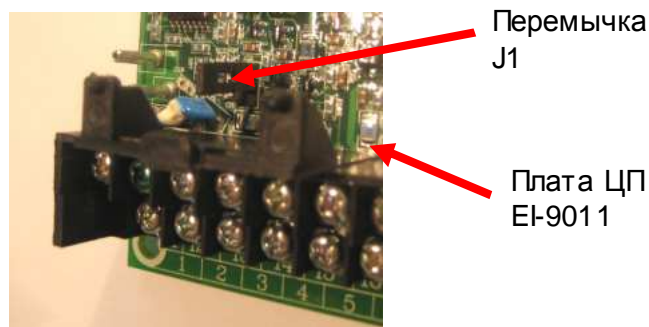

Рис. 4.13. Перемычка J1 на плате ЦП EI-9011.
H3-08 = 0	Клемма 14 – сигнал управления 0...10 В, (для сигнала 0...10 В клеммы 14 перемычку J1 на плате ЦП удалить – см. рис. 4.13);
4.13.15. Отсоединить вывод потенциометра от клеммы 13 и соединить его с клеммой 14, предварительно удалив перемычку J1 на плате ЦП – см. рис. 4.13 (после завершения диагностики перемычку J1 вернуть на место).